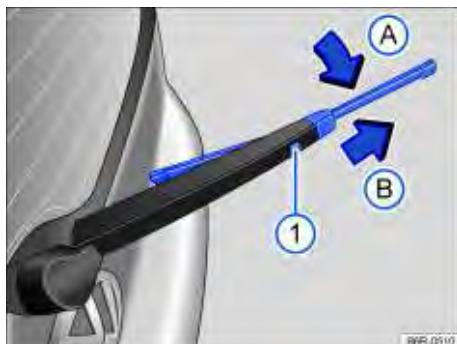

Fig. 112 Substituir a palheta do limpador do vidro traseiro.
- Manter o botão de destravamento → Fig. 112 ① pressionado.
- Virar a palheta do limpador do vidro na direção do braço do limpador → Fig. 112 (seta ①) e, ao mesmo tempo, retirar no sentido da seta ②. Para isso, poderá ser necessário um esforço um pouco maior.
da seta ⇒ **Fig. 112 B** até que ela se trave. Para isso o braço do limpador deve estar na posição rebaixada (seta **A**).